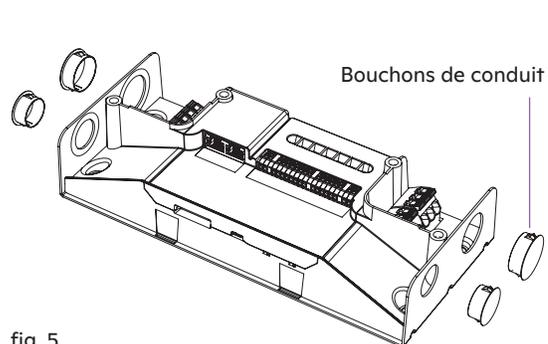

fig. 5
2. Retirez les bouchons en plastique des entrées défonçables selon les besoins (voir la fig. 5).